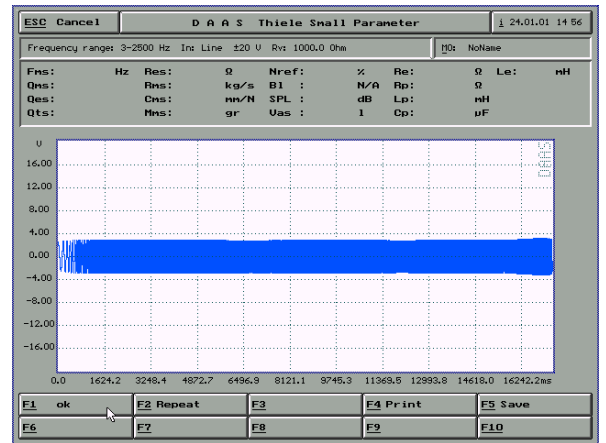

图 7-2
- 2) 点击F1 Start, 等待约20秒出现如图7-2信号图界面